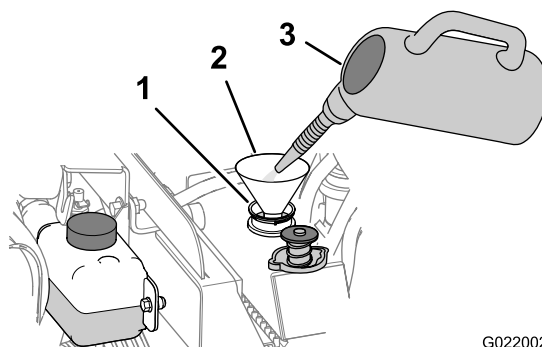

Figura 139
- B. Añada una solución de limpieza para sistemas de refrigeración al radiador por el cuello de llenado (Figura 139).